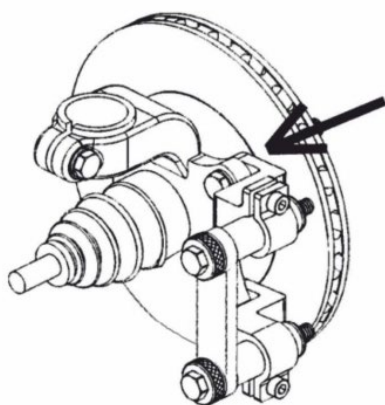

Рисунок 15
7.2.2 Используйте красный крепежный адаптер, если отверстия для крепления суппорта не имеют резьбы (см. рис. 15).
7.3.2 Изгиб должен оказаться прямо напротив привода (см. рис. 15)
- Изгиб должен оказаться прямо напротив привода (см. рис. 15)